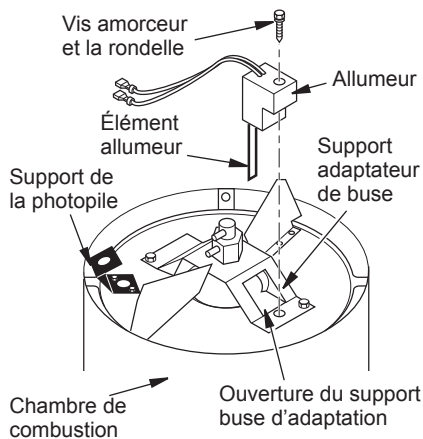

Figure 13 - Amorçeur SP002-01 Remplacement
6. Retirer la chambre de combustion. Tenez chambre de combustion sur la fin avec support de l'adaptateur buse au-dessus (voir figure 13).